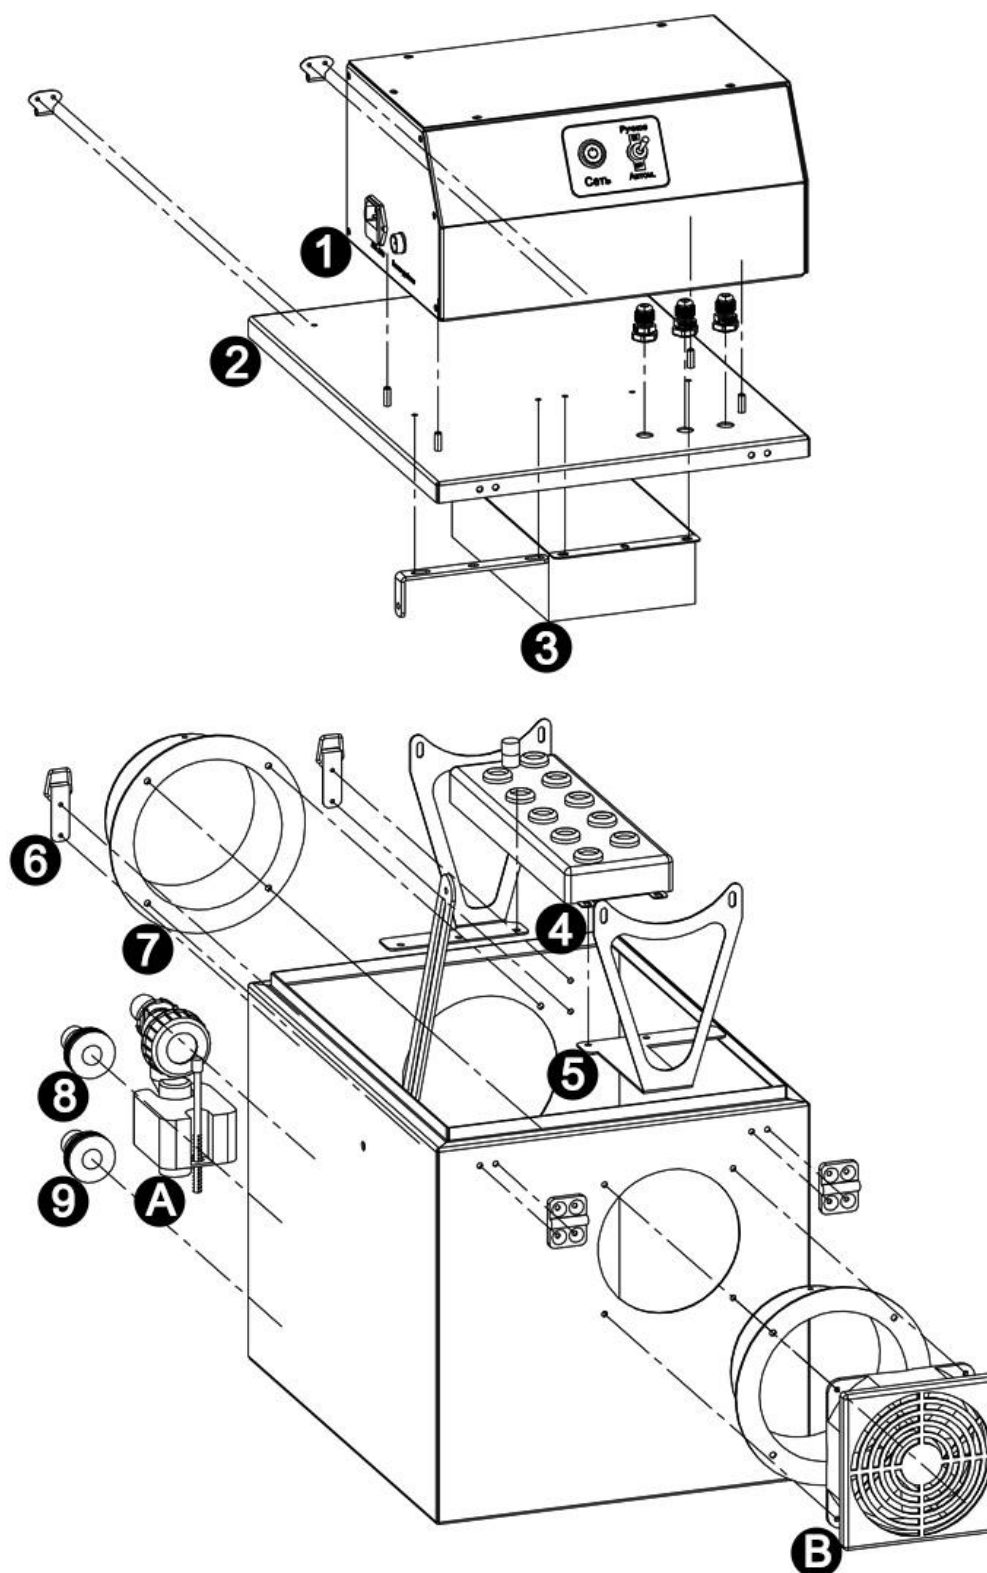
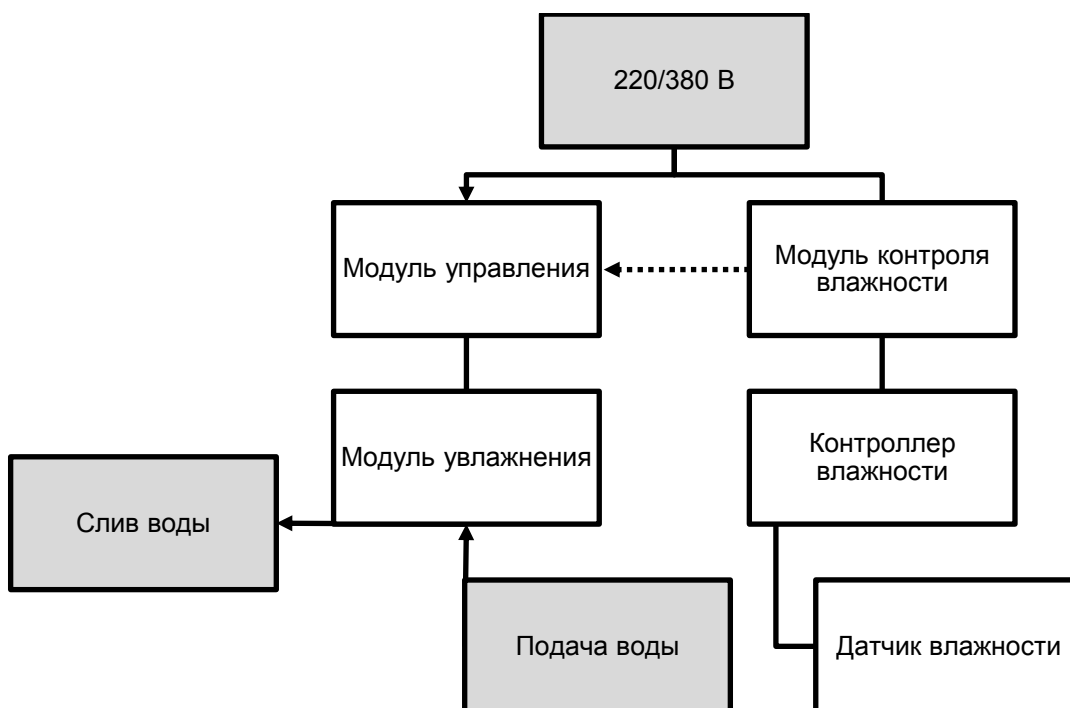

Рисунок 2.1. Взрыв-схема увлажнителя воздуха (модели УЗ-0.3/0.6/1/2/4/6/8)
Рисунок 2.2. Функциональная схема
3. На рисунках 2.1 – 2.2 приведен внешний вид приборов УЗ-4 (рисунок 2.1) и УЗ-16 (рисунок 2.2) соответственно. Внешний вид приборов другой производительности может отличаться.